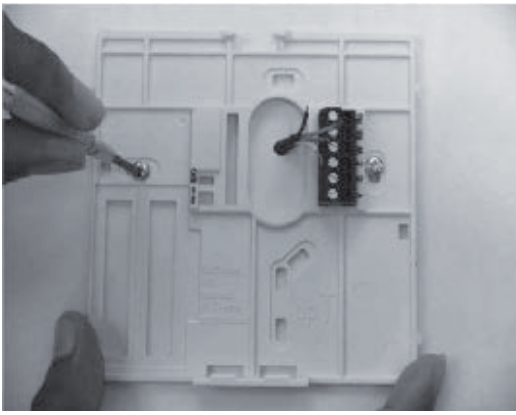

Abb. 1 - Montage der Rückseite
4. Die Kabel für die Benutzerschnittstelle NUI durch die große Bohrung in der Rückseite führen. Die Rückseite gerade an der Wand ausrichten und die beiden Bohrungen an der Wand markieren. Siehe Abb. 1.